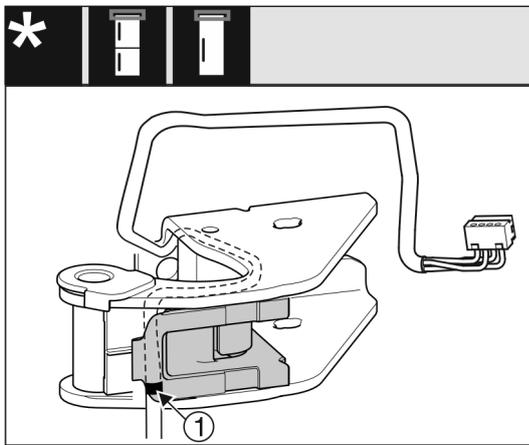

Fig. 28
- ▷ La marca del medio se debe encontrar en el canto del soporte del cable Fig. 28 (1).